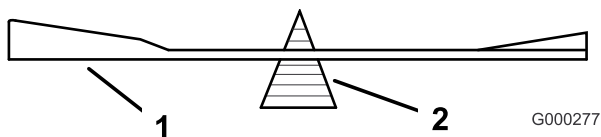
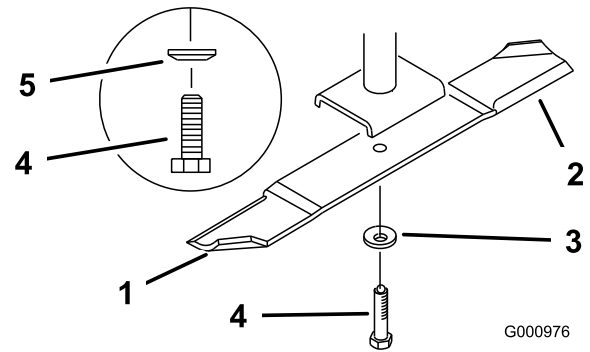

Figure 71
Figure 72
2. Retirez le boulon, la rondelle élastique et la lame de l'axe (Figure 72).
2. Vérifiez l'équilibre de la lame en la plaçant sur un équilibreur (Figure 71). Si la lame reste horizontale, elle est équilibrée et peut être utilisée. Si la lame est déséquilibrée, limez un peu l'extrémité de la partie incurvée seulement (Figure 72). Répétez la procédure jusqu'à ce que la lame soit équilibrée.
1. Placez la lame sur l'axe (Figure 72).
2. Installez la rondelle élastique et le boulon de la lame. Le cône de la rondelle élastique doit être dirigé vers la tête du boulon (Figure 72).